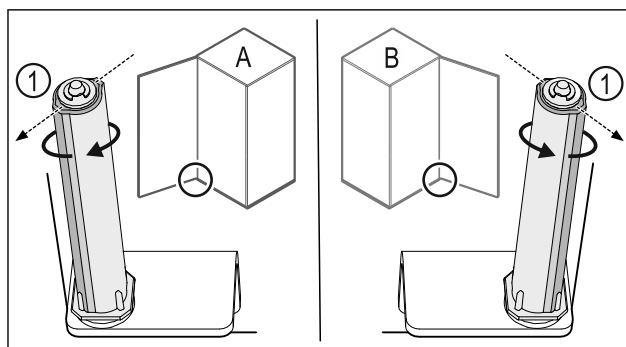

Fig. 42 Vänsterhängd (A)/högerhängd (B)
- ▶ Vrid låssystemet mot motståndet, tills låssystemets klack Fig. 42 (1) är vänd utåt.